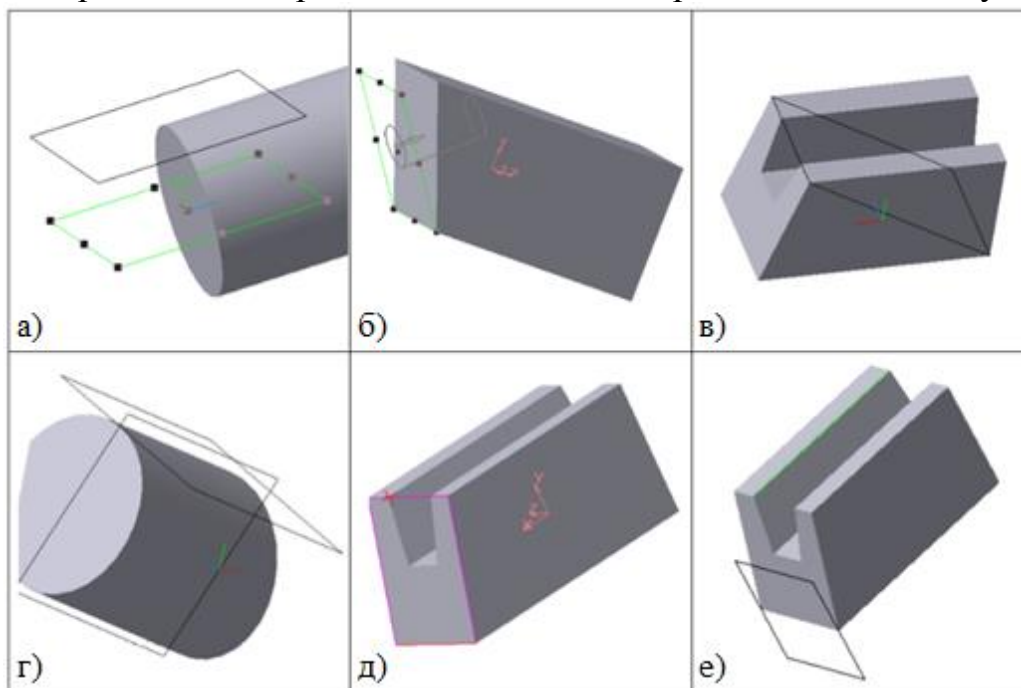

Рисунок 31 – Вспомогательные плоскости (примеры построения)
- смещенную плоскость: вспомогательная плоскость, расположенная на заданном расстоянии от указанного плоского объекта (рисунок 31а);
- плоскость под углом к другой плоскости: вспомогательная плоскость, проходящая через прямолинейный объект под заданным углом к плоскому объекту (рисунок 31б);
- плоскость через три точки: вспомогательная плоскость, проходящая через три указанных точечных объекта (рисунок 31в);
- касательную плоскость: вспомогательная плоскость, касательная к цилиндрической или конической грани модели (рисунок 31г);
- плоскость через ребро и точку: вспомогательная плоскость, проходящая через указанные прямолинейный и точечный объекты (рисунок 31д);
- плоскость через ребро параллельно/перпендикулярно другому ребру: вспомогательная плоскость, проходящая через указанный прямолинейный объект параллельно или перпендикулярно другому прямолинейному объекту (рисунок 31е);
4. Для отверстий выполните эскизы с учетом последующей операции – операции вращения. Размеры и форму эскиза задайте, используя чертеж детали (рисунок 31а).